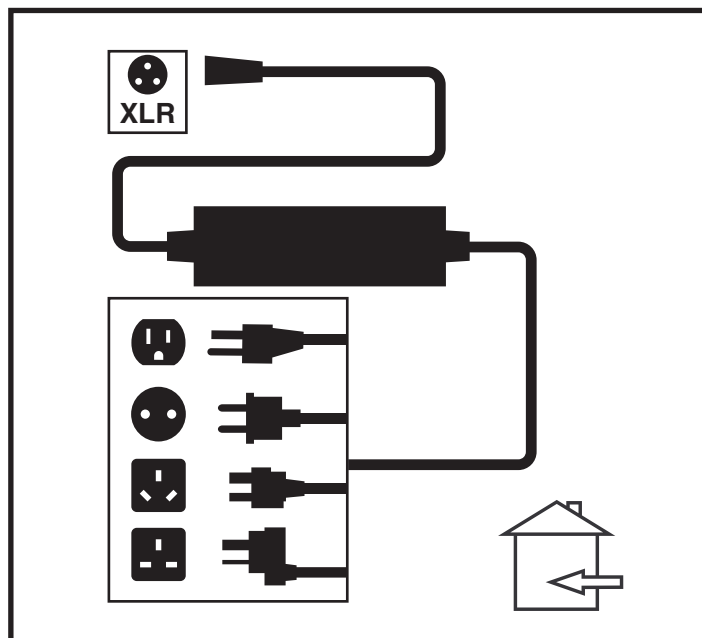

图 15. 电池充电
3. 将非车载充电器插入控制器上的非车载充电器/编程插孔。见图 15。